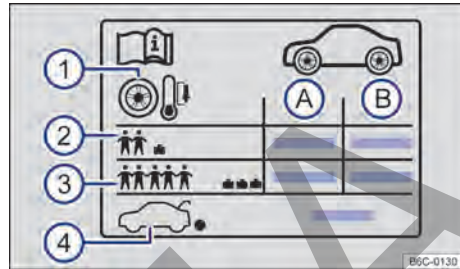

Fig. 231 Etiqueta con las presiones de los neumáticos
Indicaciones en la etiqueta de presión de los neumáticos → fig. 231:
- Adecuar la presión de los neumáticos según la carga del vehículo → fig. 231 ③.